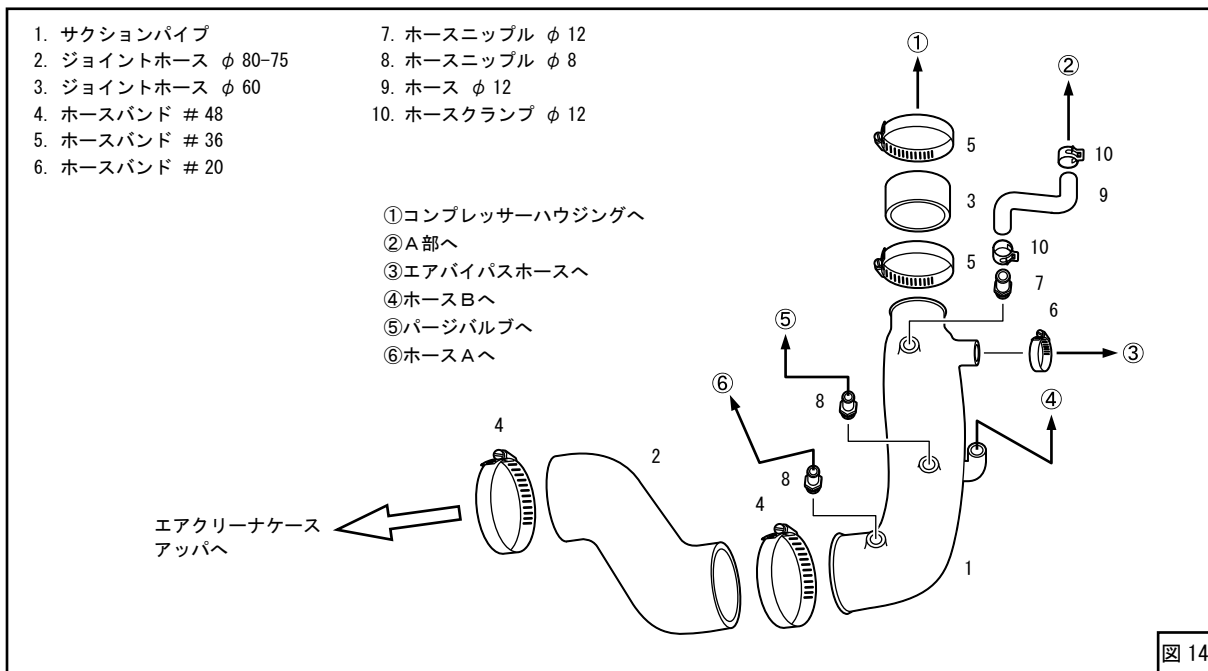
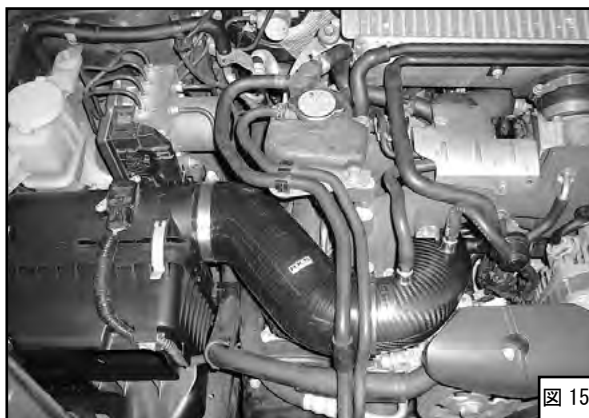

図 14
図 15
(13) キットパーツを組み付けてください。(図14、図15)